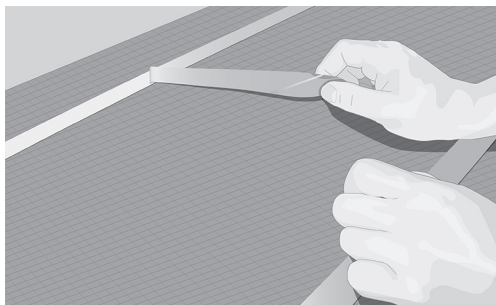

Fig. 9. Udlæg dobbeltklæbende tape, og fjern bagsiden
9. Fastgør kablet på den dobbeltklæbende tape, fjern lineren i takt med at udlægningen af kablet skrider frem (fig. 9 og 10).